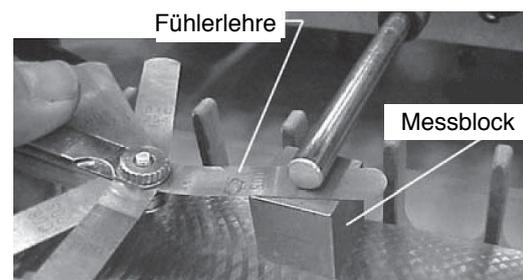

Abb. 22: Messblock
Schritt 5: Legen Sie ein Messblock auf den Tisch und unter die Stange der Mittelspindel, wie in Abbildung 22 dargestellt. Der Messblock kann beliebig groß sein, solange er zwischen Tisch und Stange passt.
Schritt 6: Verwenden Sie eine 0,01-mm Fühlerlehre auf der Oberseite des Messblocks und senken Sie die Spindeln durch Drehen der Handkurbel, bis der Rundstahl die Fühlerlehre berührt (Abb. 22). Die Fühlerlehre muss sowohl an dem Messblock als auch an der Stange gerade liegen.